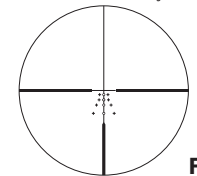
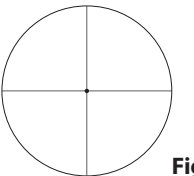

Fig. 3-1
Fig. 3-2
(1) Focalização
- 1 Olhe através da ocular com o olho afastado cerca de 10 cm (4 pol.) para ver o retículo BDC avançado (Fig. 3-1) ou o Retículo Crosshair Fino com Ponto (Fig. 3-2). Certifique-se de que o olho está posicionado no alinhamento correto e com um alívio de olho (distância entre o olho e a ocular) adequado, caso contrário, a visualização “escurece”.